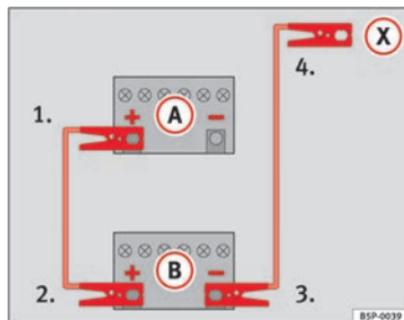

Fig. 214 Esquema de ligação para veículos sem sistema Start/Stop.
2. Ligue uma extremidade do cabo auxiliar de arranque *vermelho* ao polo positivo (+) do veículo com a bateria descarregada (A) ⇒ Fig. 214.
3. Ligue a outra extremidade do cabo *vermelho* de emergência ao polo positivo (+) do veículo que fornece a corrente (B).
4. **Em veículos sem sistema Start-Stop:** Ligue uma extremidade do cabo *preto* de emergência ao polo negativo (-) do veículo que fornece a corrente (B) ⇒ Fig. 214.